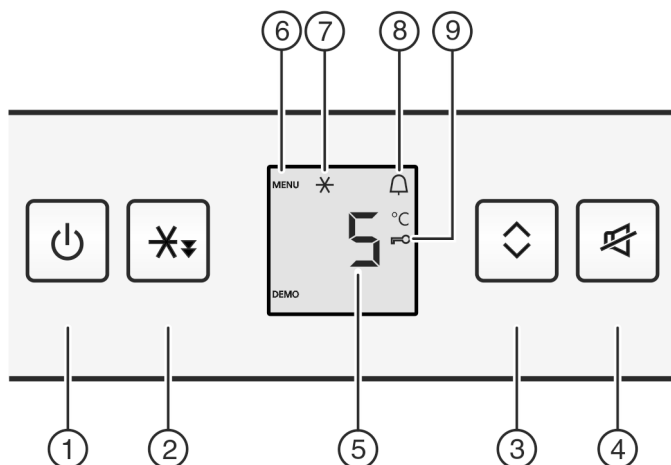

Fig. 2
- ▶ Appuyez sur la touche marche/arrêt Fig. 2 (1).
- ▶ Appuyer sur la touche refroidissement rapide Fig. 2 (2) pendant 5 secondes environ.
- ▷ Le symbole Menu Fig. 2 (6) apparaît dans l'affichage.
- ▶ Confirmer rapidement avec la touche refroidissement rapide Fig. 2 (2).
- ▷ Le symbole Sécurité enfants Fig. 2 (9) s'allume dans l'affichage.
- ▶ Appuyer brièvement sur la touche On/Off Fig. 2 (1).
- ▶ Appuyer sur la touche Alarme Fig. 2 (4).
- ▶ Appuyer brièvement sur la touche refroidissement rapide Fig. 2 (2).
- ▷ Le symbole refroidissement rapide Fig. 2 (7) s'allume sur l'affichage.
- ▷ Le symbole refroidissement rapide Fig. 2 (7) s'éteint sur l'affichage.